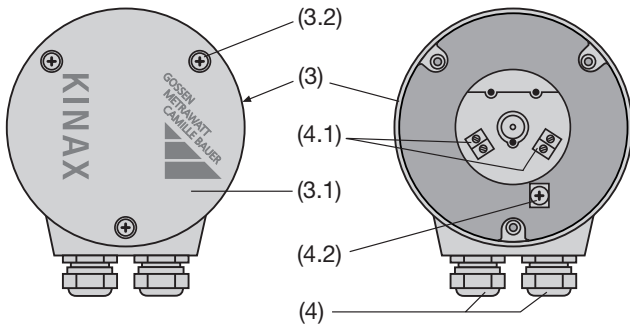

Fig. 9. Partie arrière (3) avec bornes (4.1) et (4.2) et presse-étoupes (4).
Les variantes avec **bornes à vis** directement montées dans le convertisseur et avec **presse-étoupes** comportent 4 bornes à vis (4.1) et 1 borne de mise à terre (4.2) placées dans le capot arrière (3), voir Fig. 9. Ces bornes à vis sont prévues pour une section des fils de max. 1,5 mm², elles deviennent accessibles en enlevant le couvercle (3.1).
... avec **bornes à vis** et **presse-étoupes** dévisser les 3 vis (3.2) et enlever le couvercle (3.1), (Fig. 9, à gauche).
... avec **bornes à vis** et **presse-étoupes** dévisser les 3 vis (3.2) et enlever le couvercle (3.1) (Fig. 9, à gauche).